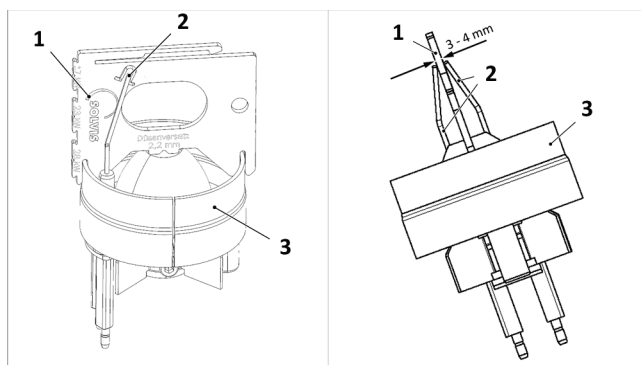

Abb. 13: Lage der Zündelectroden prüfen
2. Lage der Elektroden, wie in → Abb. 13 gezeigt, kontrollieren und ggf. durch vorsichtiges Biegen korrigieren.